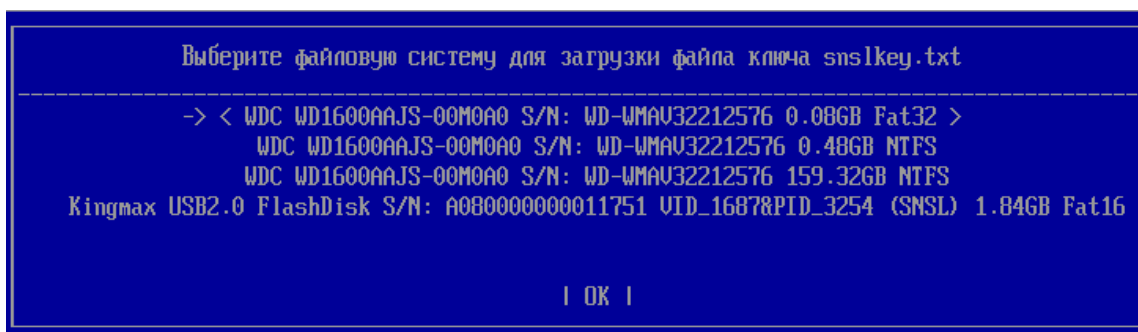

Рисунок 5.3 – Выбор текстового файла snskey.txt с лицензией
5.3 Пользователю доступна функция загрузки ключа лицензии из текстового файла **snskey.txt**. Для этого необходимо перейти в поле **«Загрузить»**, нажать клавишу **<Enter>** и указать устройство хранения данных с файлом **snskey.txt**, расположенном в корне выбранного раздела (рисунок 5.3). В файле **snskey.txt** не должно быть лишних символов, пробелов и перевода на новую строку.